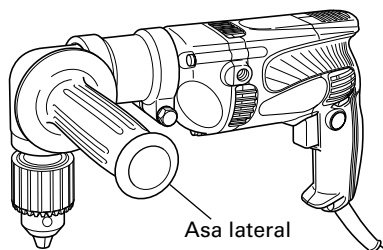

Fig. 12
- (3) Instalación del asa lateral (Fig.12)